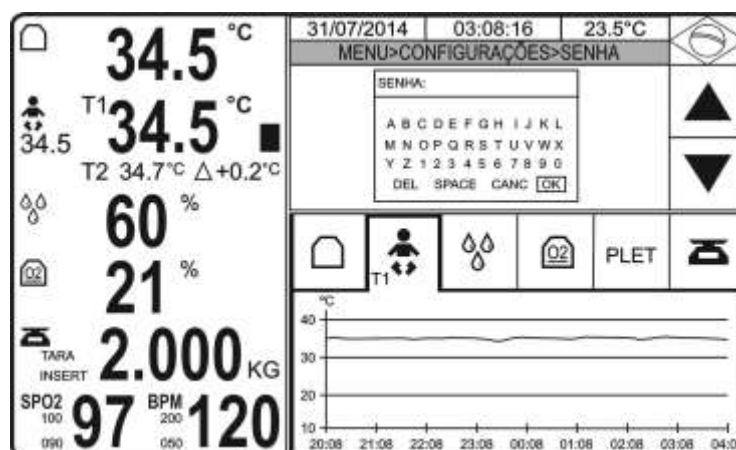

Figura 180 – Menu Configurações - Senha
- Para preencher os dados, basta utilizar o botão rotativo para percorrer os caracteres e para inseri-lo, basta pressionar o botão rotativo e seguir para o próximo caractere, conforme figura 180.